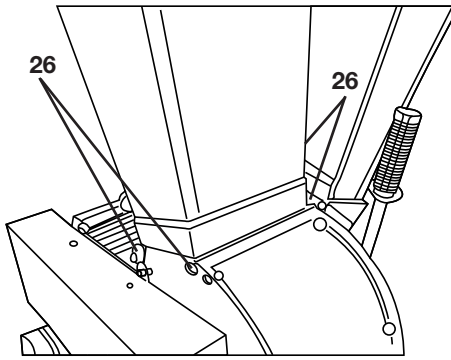

Bild 26
- Nehmen Sie den oberen Trichter durch Lösen (nicht herausdrehen) der 4 Befestigungsschrauben (26) (SW 15) ab (siehe „Bild 26“), beachten Sie, dass die Gewindestange für den Sicherheitsschalter vorher nach oben herausgedreht werden muss (siehe Seite 7).